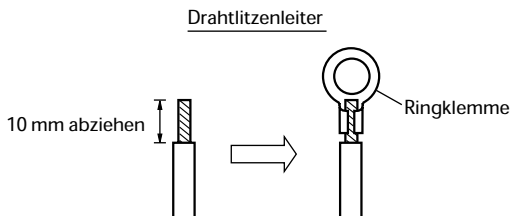

Abb. 5-5
- (1) Das Ende des Kabels mit einem Seitenschneider abtrennen, dann die Isolierung abziehen, um ungefähr 10 mm der Litze freizulegen; danach die Enden der Litze verdrehen. (Abb. 5-5)